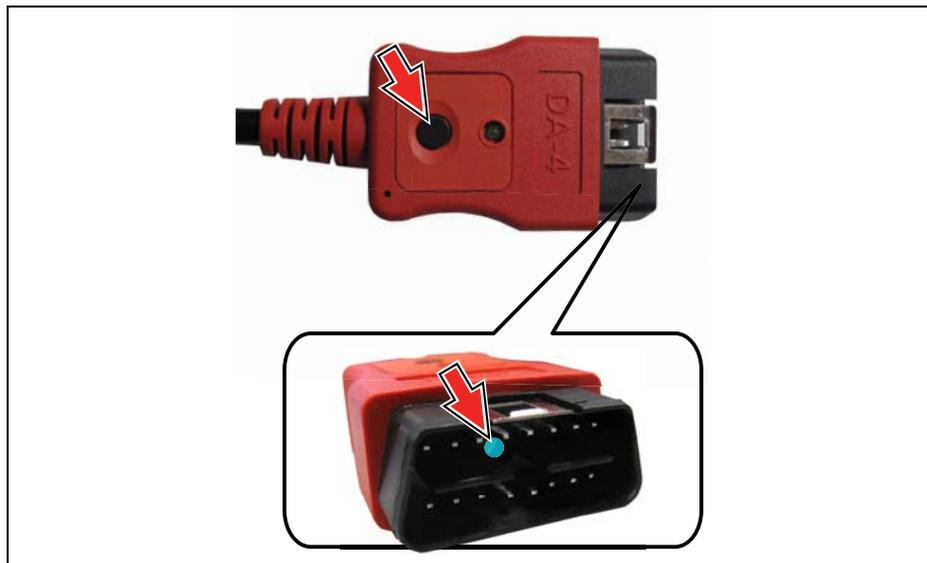

Figure 4-3
Le câble de données DA-4 de 9 pieds (2,7 m) inclut un témoin LED sur l'extrémité du DLC du véhicule (Figure 4-3). Le témoin LED est alimenté par la batterie de l'outil de diagnostic.
3. Si nécessaire, appuyez sur le commutateur du témoin LED à l'extrémité du câble de données pour allumer le témoin à la (Figure 4-3) et localiser le DLC.